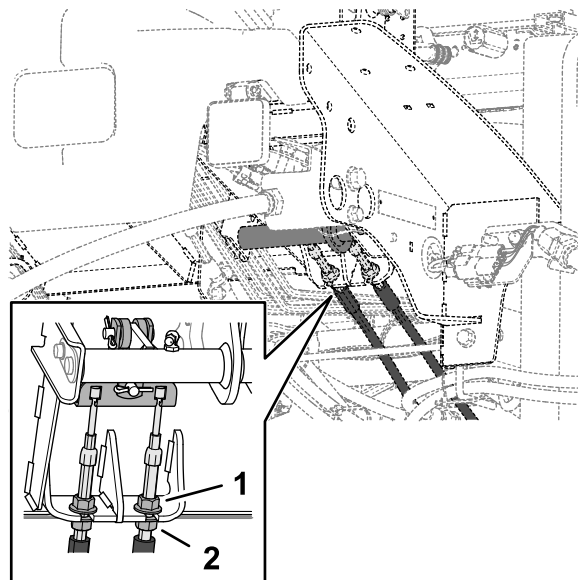

Рисунок 113
5. Чтобы уменьшить свободный ход педалей тормоза, ослабьте передние контргайки на резьбовом конце каждого троса тормоза (Рисунок 113).